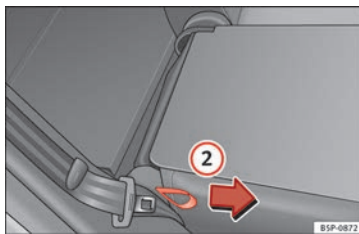

Bild 82 Lyfta upp baksätets ryggstöd.
- Dra i öglan i sidan av sätet » bild 82 ② i pilens riktning och lyft sätets ryggstöd tills det är på plats.